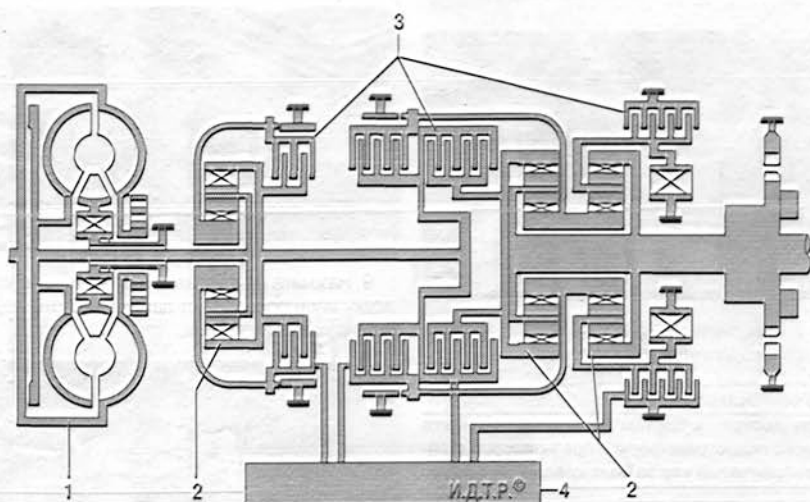

Рис. 6.3. Кинематическая схема автоматической коробки передач: 1 – гидротрансформатор; 2 – планетарный ряд; 3 – фрикционные блоки; 4 – исполнительный механизм
- гидротрансформатор 1 (рис. 6.3). Передает крутящий момент от двигателя к элементам автоматической коробки передач, установлен в промежуточном кожухе между двигателем и коробкой передач и выполняет функции обычного сцепления. В процессе работы этот узел, наполненный рабочей жидкостью, подвергается довольно высоким нагрузкам и вращается с большой скоростью. Он не только плавно изменяет крутящий момент, поглощает и сглаживает вибрации двигателя, но и приводит в действие масляный насос, находящийся в корпусе коробки передач;